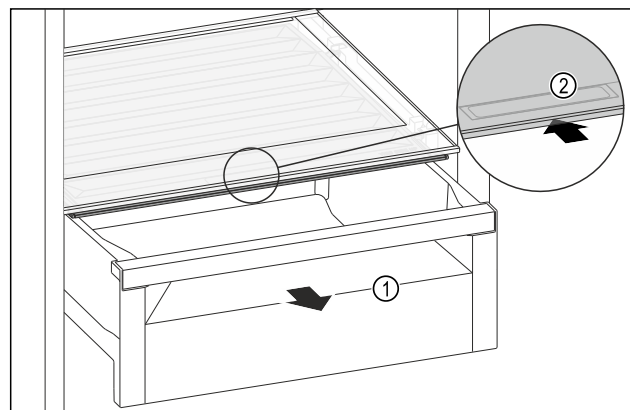

Fig. 201
- Extrageți sertarul Fig. 201 (1).
- Prindeți mânerul încastat Fig. 201 (2) de la capacul compartimentului și glisați concomitent capacul compartimentului spre partea posterioară.